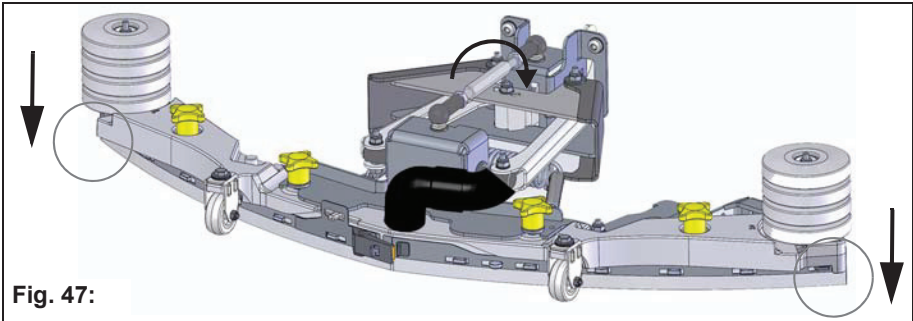

Fig. 47:
- Dreie gjengestang med klokka: Avstand tetningslist til bakke blir mindre på endene **Fig. 47**.